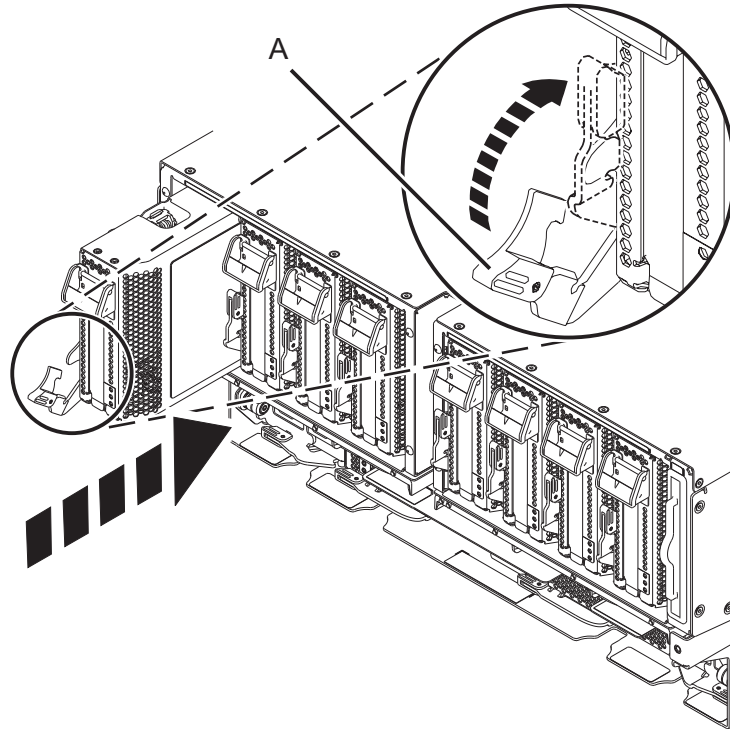

Figura 45. Instal·lació d'un cassat de l'adaptador PCIe al sistema
- a. Amb la nansa del casset (A) en la posició oberta, agafeu amb compte el casset de l'adaptador pels extrems i, a continuació, alineu el casset de l'adaptador amb la ranura. Consulteu Figura 45 a la pàgina 45.
- c. Quan el casset s'hagi inserit totalment a la ranura, feu girar la nansa del casset de color terracota (A) en la direcció que es mostra a la Figura 45 a la pàgina 45 per tal que el casset de l'adaptador quedi bloquejat a la ranura.